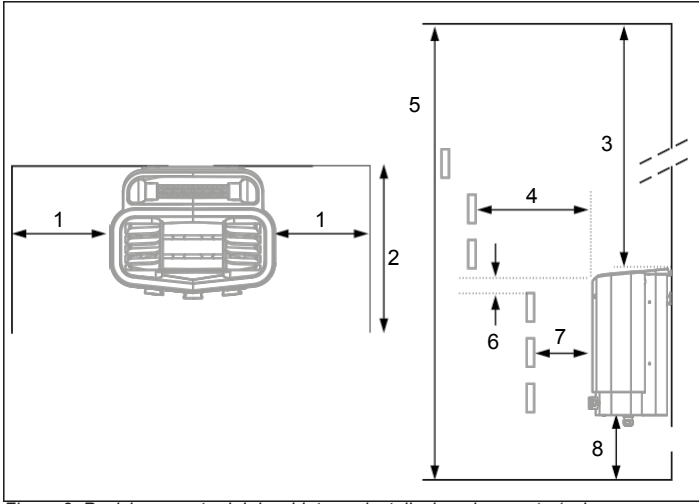

Figura 3: Posizionamento del riscaldatore - installazione incassata (volume minimo consentito 4 m³)
- sulla stessa parete della porta (in casi eccezionali può essere installato sulla parete laterale, purché sia molto vicino alla parete con la porta). Il riscaldatore può anche essere installato in una nicchia (vedi Figura 3).
Posizionare il riscaldatore a una distanza di sicurezza dal pavimento, dalle pareti laterali e dagli accessori interni (vedere Figura 3).